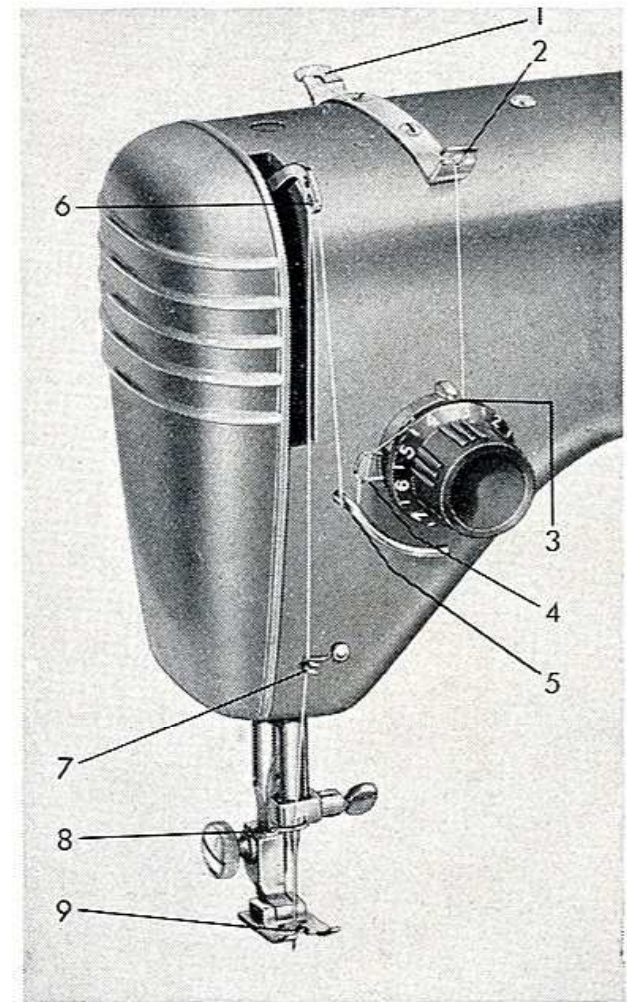

Abb. 12.
Den Fadengeber (6 in Abb. 12) durch Drehen des Schwungrades auf sich zu in seine höchste Stellung bringen. Die Garnrolle auf den einen Garnrollenstift aufsetzen (42 in Abb. 2).
Den Faden durch die Fadenführungen (1 und 2 in Abb. 12) und nach unten zwischen die innersten Spannungsscheiben (3) von rechts nach links, über die Spannungsfeder (4) und unter die Fadenführung (5) legen. Von da an, den Faden durch eines der Löcher des Fadengebers (6), dann durch die Fadenführung (7) und die Fadenführung am Nadelhalter durch das Nadelöhr (8) einziehen. Die Nadel schliesslich von vorne einfädeln und den Faden ein Stück hinter der Nadel herausziehen.
Die Spannung des Oberfadens ist vom Druck abhängig, den die Spannungsscheiben (3 in Abb. 12) auf einander ausüben. Die Spannung wird mit einem Drehknopf